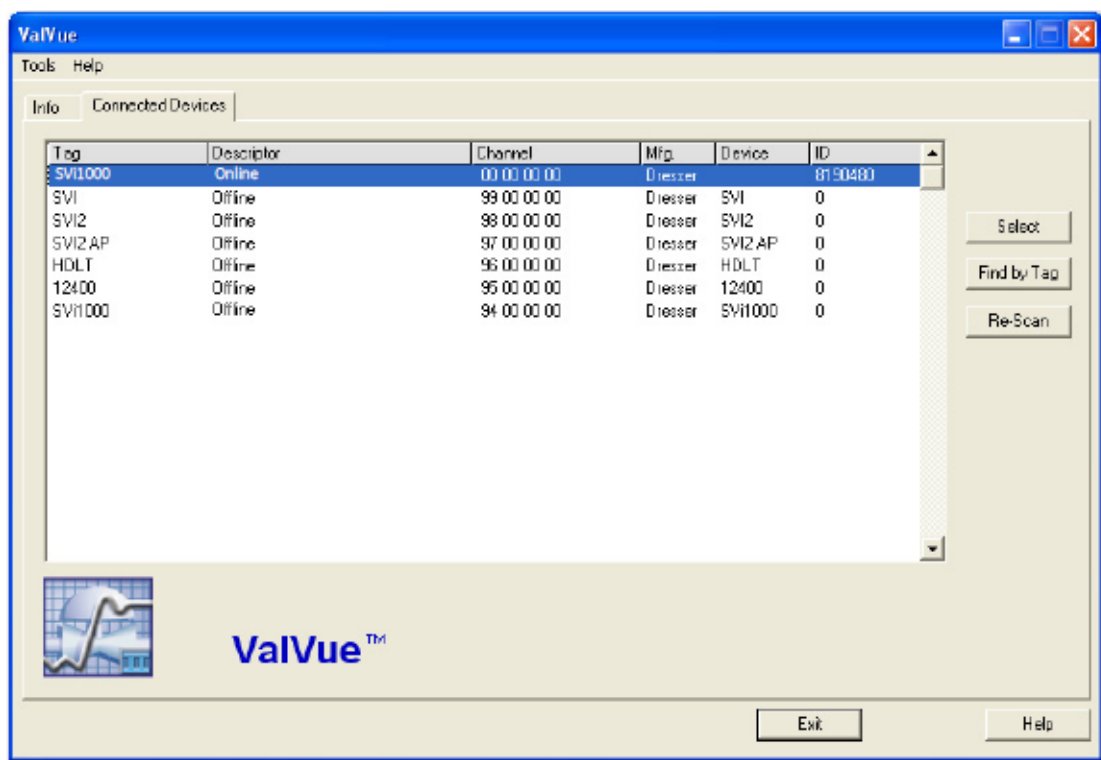

图 55 连接设备
5. 输入 *admin* 作为用户名，单击 ，图 55 出现。